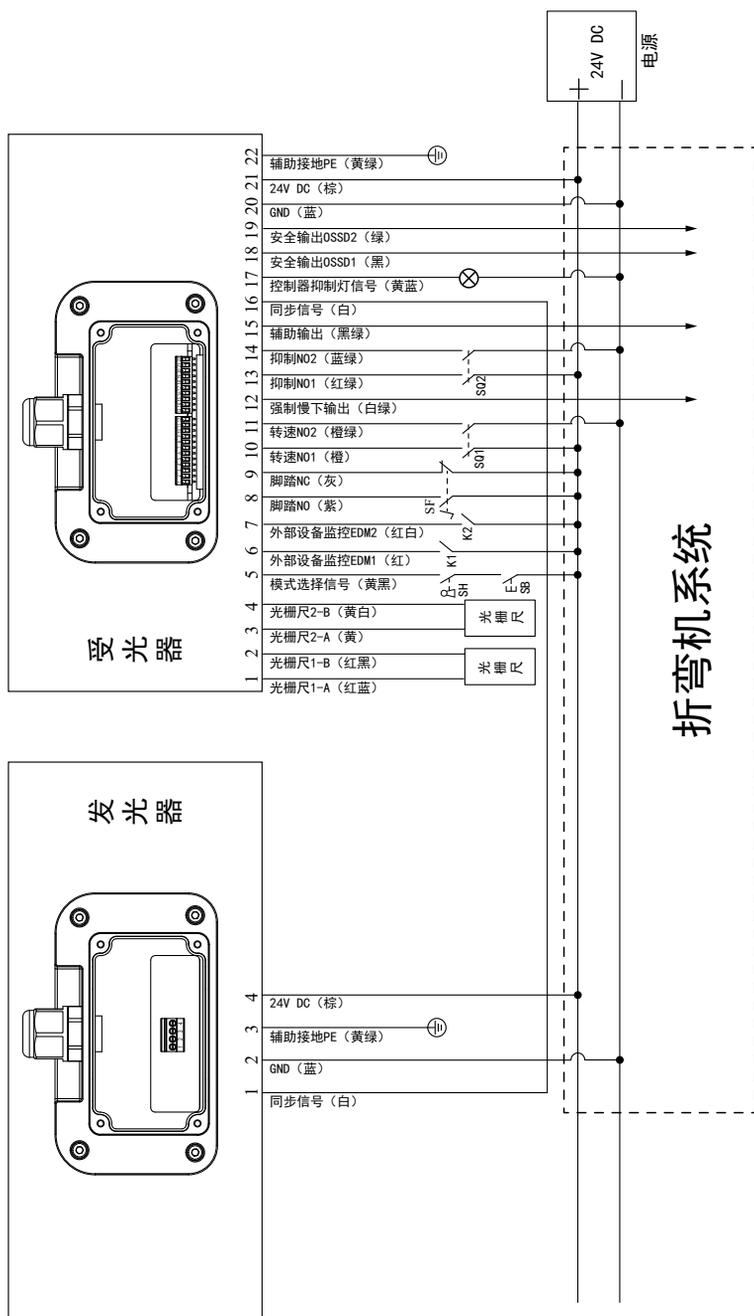

图 5-1 SLA-6 系列激光安全保护装置 I/O 接线图
2. 将电缆线穿入 SLA-6 后端盖，并紧固电缆锁头；然后根据接线图 5-1 要求，将各信号线缆压入“压线端子”；电缆线压接完毕后，插紧“压线端子”。